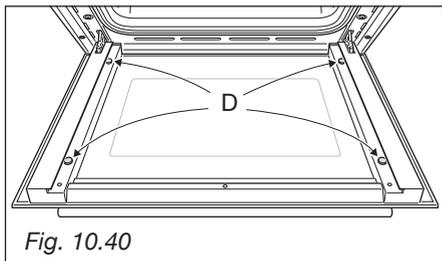

Fig. 10.40
- Verificare che i 4 distanziatori **D** siano nella loro posizione (fig. 10.40).